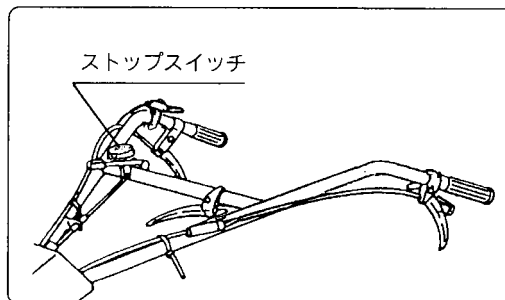

図6
- ① 主クラッチレバーを「切」位置にして、停止します。(図6)
- ③ ストップスイッチを押して、エンジンを停止します。(図6)